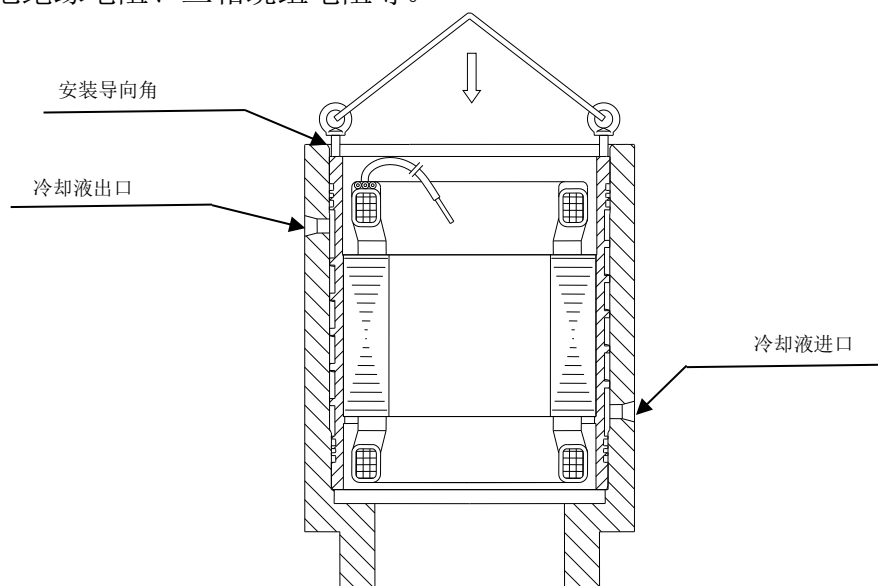

图 6-2-3-1 带冷却套定子安装示意图
- 机壳内侧冷却液进出口(如图 6-2-3-1 所示位置)应圆滑过渡，避免安装过程中刮破 O 形圈。
- 3) 按图 6-2-3-1 所示，将带冷却套的定子压入主轴外壳，建议事先对好径向相对位置。